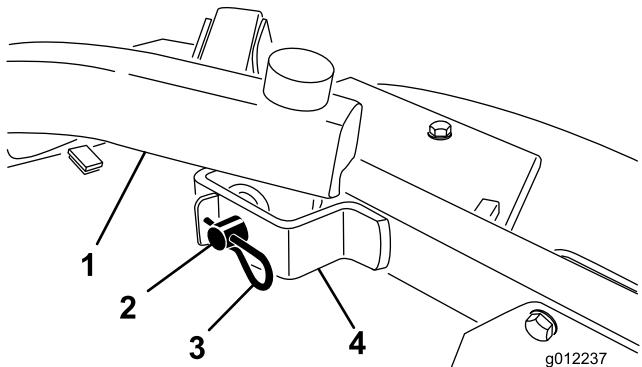

図 24
2. 昇降アームをキャスターーム・ブラケットに固定しているヘアピンコッターとクレビスピングを外す（図 24）。